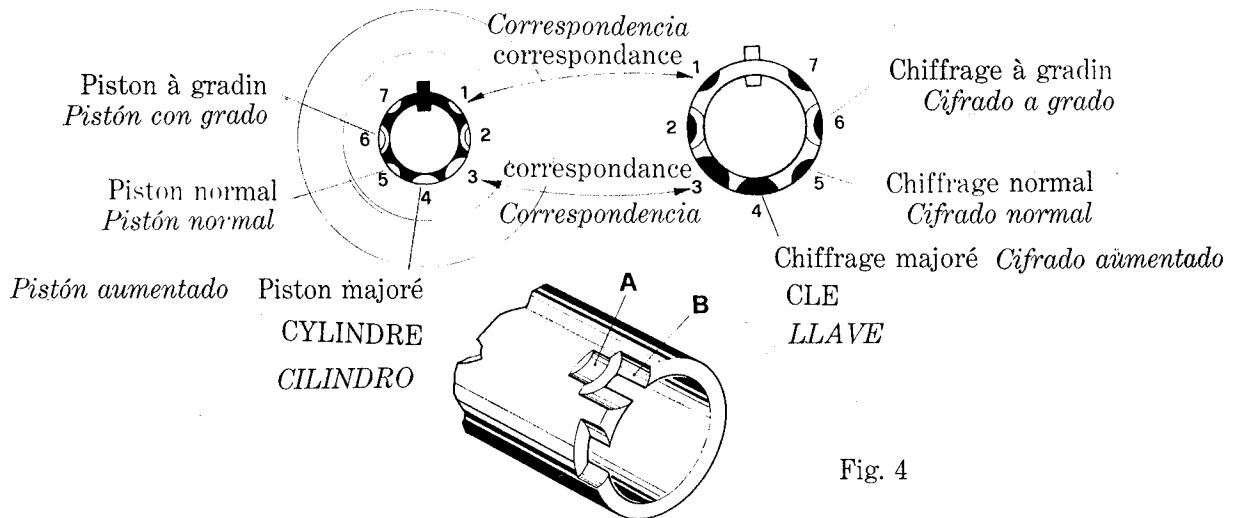

Fig. 4
3. Proceder al cifraado de los tallados (A) (fig. 4).
5. Proceder al cifraado de los tallados (B).